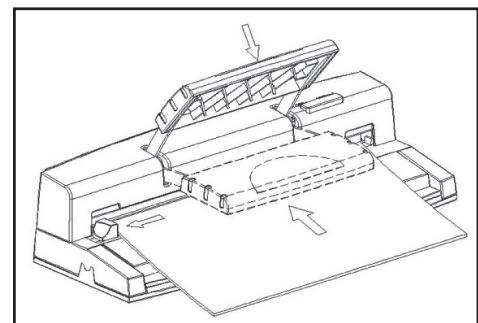

fig. 4
- Réglez le guide latéral aux dimensions du papier que vous souhaitez relier (cf. figure 4)